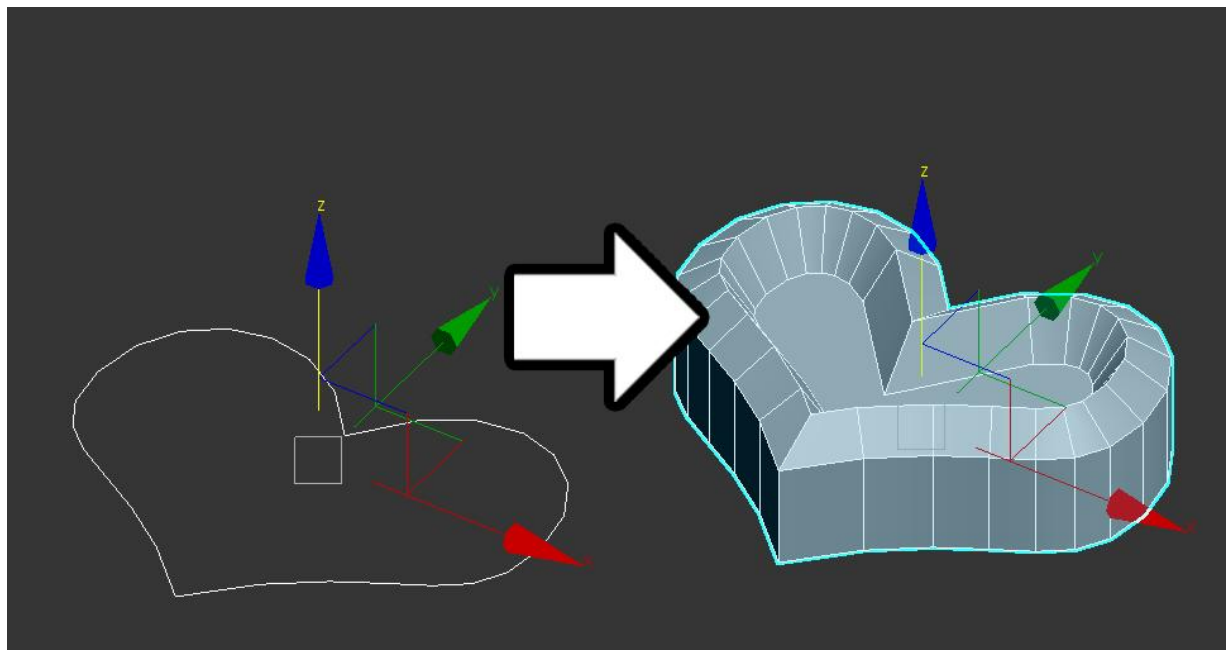

Рисунок 96 – Применение модификатора Скос (Bevel)
- Иногда простого выдавливания сплайна недостаточно в этом случае можно воспользоваться модификатором **Скос (Bevel)** который позволяет создать три уровня выдавливания (рис. 96)